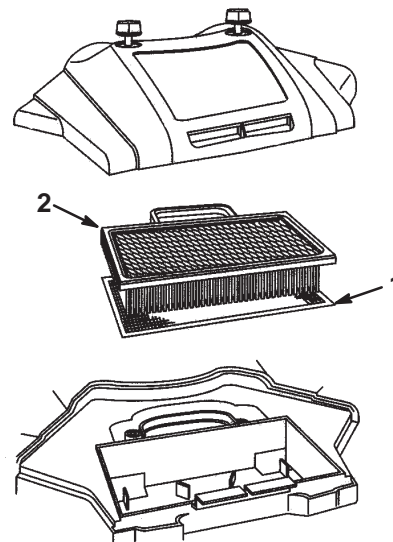

Bild 34
4. Nehmen Sie den Papiereinsatz und den Schaumstoff-einsatz heraus (Bild 34).
1. Schaumeinsatz (Bild 34):
2. Papiereinsatz (Bild 34):
3. Bringen Sie die Luftfilterabdeckung und Verschluss-schrauben an (Bild 34). Ziehen Sie die Schrauben gut fest.